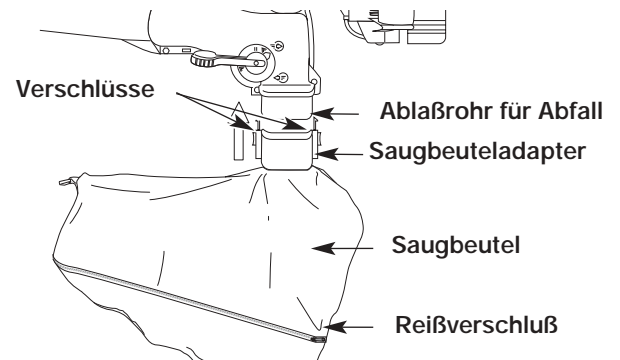

Abb. 4
2. Den Saugbeuteladapter auf das Ablaufrohr für Abfall des Gehäuses schieben. Den Adapter soweit drücken, bis die Verschlüsse auf beiden Seiten einrasten und der Beutel am Gerät befestigt ist (Abb. 4).